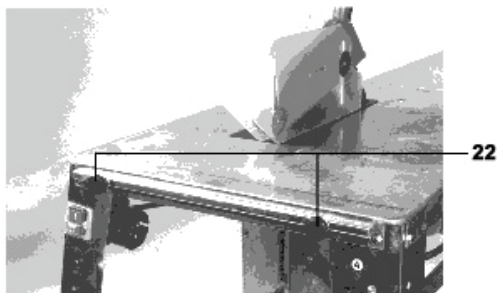

Fig. 19
- Montez la pièce 22 à l'aide de deux vis à tête hémisphérique M6x30 avec tige carrée et deux rondelles M6 (voir fig. 19). Utilisez ensuite le même procédé que celui indiqué ci-dessus. La pièce 24 bougera librement dans la glissière.